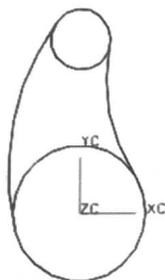
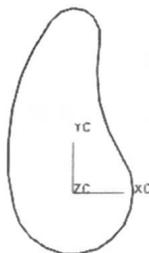

图 1-5 倒圆 2
图 1-6 曲线修剪
(2) 用同 (1) 的步骤生成倒圆  $R=76\text{mm}$ ，如图 1-5 所示。
利用 Basic Curves→Trim 把图 1-5 剪切成如图 1-6 所示。